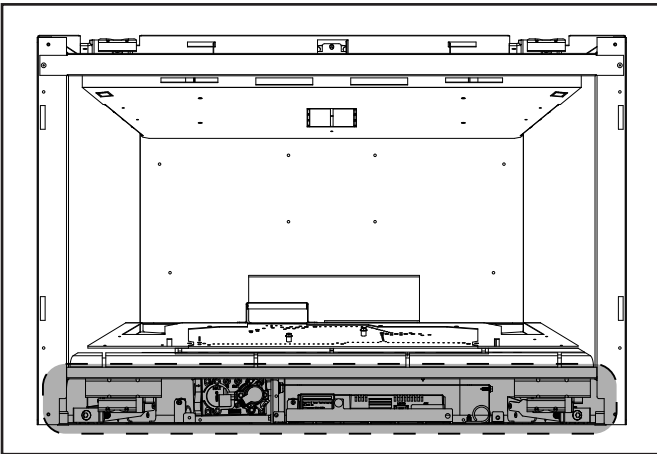

Figure 3.7 Cavité des commandes
1. Accédez à la cavité des commandes de l'appareil. Voir la figure 3.7 pour l'emplacement. La façade décorative devra être enlevée.